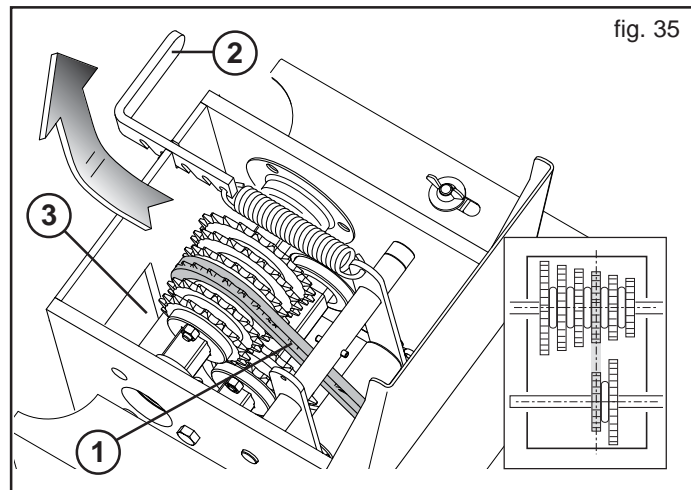

fig. 35
- Pour déplacer la chaîne, ouvrir le couvercle de la boîte de vitesse et détendre la chaîne (1, Fig. 35) par le levier (2);
- Placer la chaîne sur les engrenages repérés et les aligner (Fig. 35).
- Retendre la chaîne à l'aide du levier (2, Fig. 35) et fermer le couvercle.
Pour arriver plus facilement au débrayage, on peut utiliser l'ouverture inférieure (3, Fig. 35).